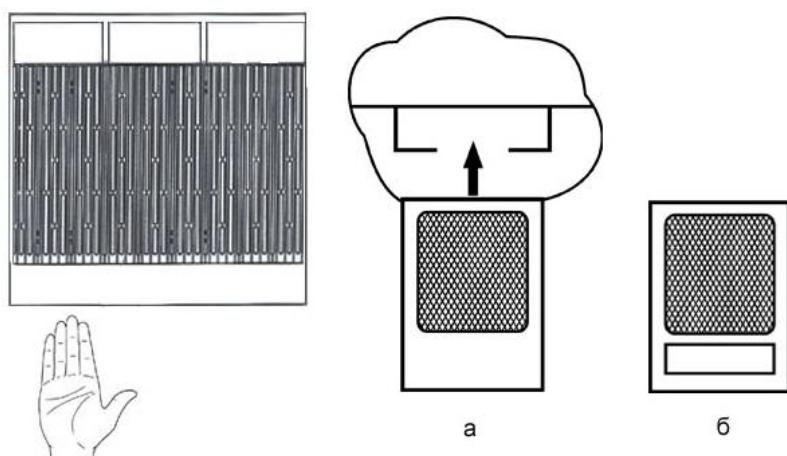

Рис. 3. Извлечение и установка воздушного фильтра.
2. Возьмитесь за ручку-выемку на фильтре (рис. 3б), потяните вниз, а затем с усилием потяните на себя.
2. Возьмите фильтр, как показано на рис. 3а и вставьте его в направляющие.